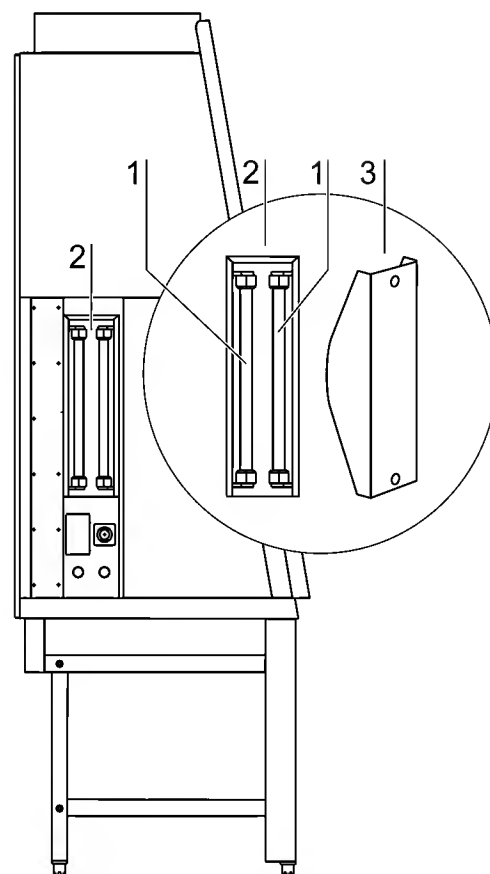

Fig. 9
**Fig. 9:** L'unità radiatori UV integrata (opzionale) è costituita da due corpi radiatori [2] incorporati nelle parti laterali, ciascuno con due radiatori UV [1]. Entrambi i corpi radiatori sono coperti da uno schermo protettivo [3] in acciaio legato.